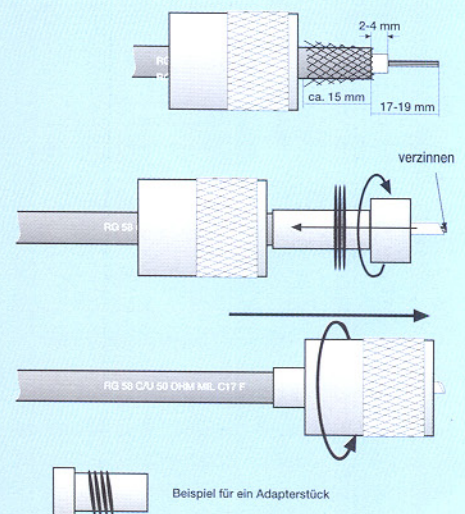

Bild 8: Montagebeispiel für PL-Stecker mit Schraubmontage
1. Aufschieben des Überwurfs. Dann Abisolieren des Kabels nach Abbildung 8.
2. Aufspreizen, Umbiegen und Überstreifen des Abschirmgeflechts über den Kabelmantel wie in Abbildung 8 gezeigt. Aufdrehen des Steckers bis zum Anschlag. Dabei muß der Innenleiter aus der Spitze des Steckers herausragen.
3. Verlöten des Innenleiters an der Stecker- spitze (siehe Abbildung 8).
4. Aufschrauben des Überwurfs lt. Abbildung 8.
Für die Anpassung an verschiedene Kabel- durchmesser gibt es verschiedene Reduzierstücke, die im Stecker verschraubt werden (siehe Beispiel in Abbildung 8 unten).